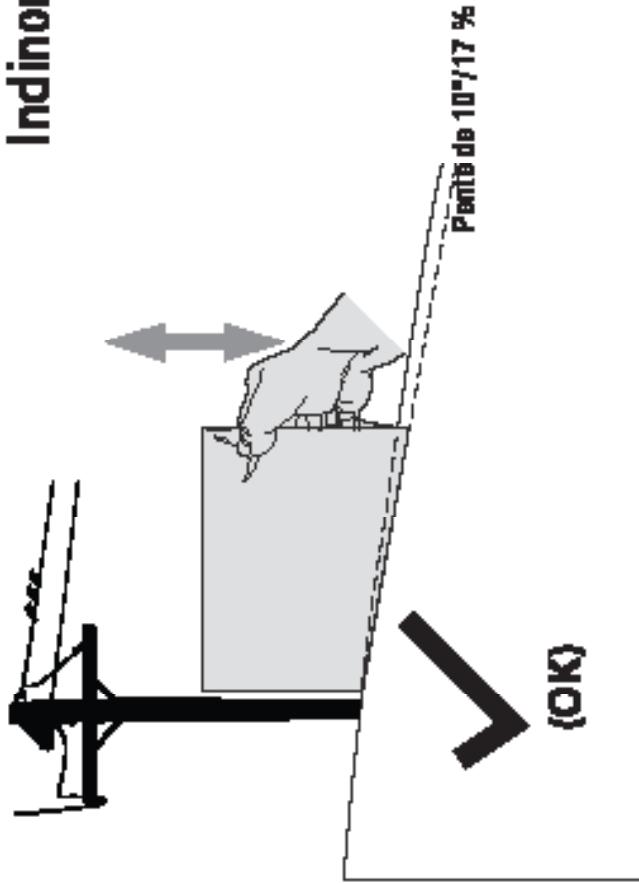
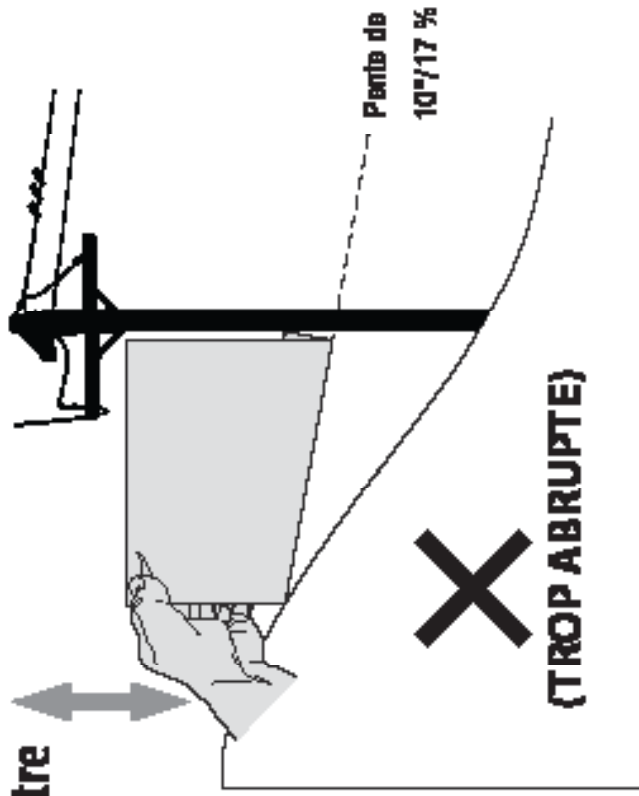

Figure 1
Figure 2
3. Alignez l'un des côtés de l'inclinomètre avec l'objet (comme le Figure 1 et le Figure 2).
4. Ajoutez l'inclinomètre vers la haut ou vers le bas jusqu'à ce que la ligne pointillée touche la pente (comme le Figure 1 et le Figure 2).
5. Si l'angle est inférieur à l'inclinomètre, la pente est trop raide pour un fonctionnement en toute sécurité (comme le Figure 2 et ci-dessus).